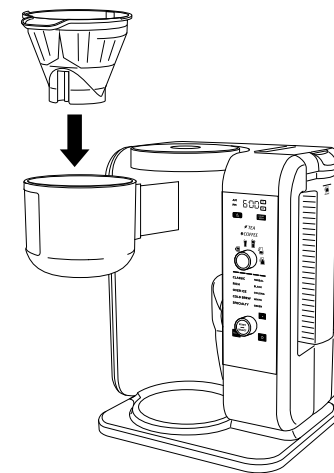
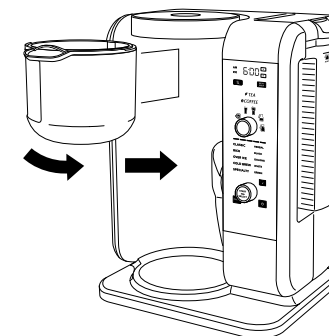

Fig. 5
Fig. 6
- 2 Assurez-vous que l'un des porte-filtres amovibles soit placé dans le panier à infusion (fig. 5). Une fois en place, insérez entièrement le panier à infusion en le faisant glisser jusqu'à ce que vous entendiez un léger déclic (fig. 6).